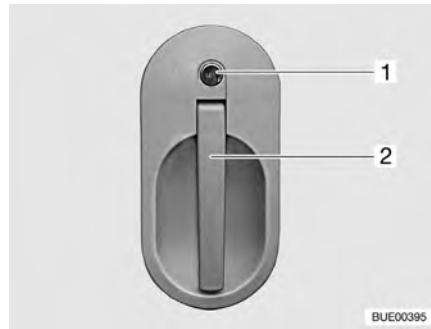

Fig. 27 Cerradura de la puerta de entrada, en el exterior
- Introducir la llave en el cilindro de cierre (Fig. 27,1) y girarla hasta que esté desbloqueada la cerradura de la puerta.
- Tirar del tirador de la puerta (Fig. 27,2). La puerta está abierta.
- Introducir la llave en el cilindro de cierre (Fig. 27,1) y girarla hasta que esté bloqueada la cerradura de la puerta.